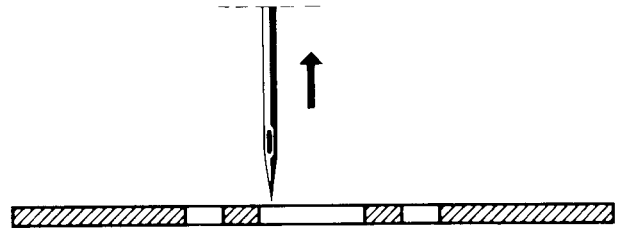

Fig. 13a
- In normaler Drehrichtung am Handrad drehen, bis die Nadel links aufsteigt und mit ihrer Spitze genau an der Oberfläche der Stichplatte steht (siehe Abb. 13a).
- Das Handrad in Drehrichtung der Maschine drehen, bis die Nadel aufwärts geht und mit ihrer Spitze an der Oberfläche der Stichplatte steht (siehe Abb. 13a).
- Turn the balance wheel in its normal direction until the needle ascends on the left of its throw and its point is exactly flush with the surface of the needle plate (Fig. 13a).
- Turn the balance wheel in its normal direction until the point of the ascending needle is flush with the surface of the needle plate (Fig. 13a).
- Tourner le volant dans le sens de rotation normal, jusqu'à ce que l'aiguille ascendante affleure exactement le dessus de la plaque à aiguille (fig. 13a).
- Tourner le volant dans le sens de rotation normal jusqu'à ce que l'aiguille ascendante affleure le dessus de la plaque à aiguille (fig. 13a)